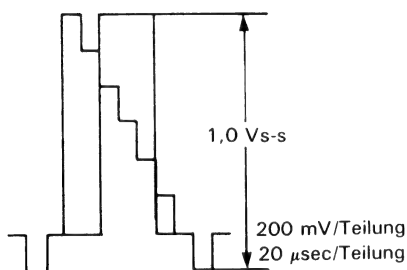

Abbildung 2-6.
1. Das Gerät in die Standardaufnahme-Betriebsart (SP) schalten.
2. Das Farbbalkensignal (treppenförmige Wellenform) dem Video-Eingangsanschluß zuführen. Danach die Spannung am Anschlußwiderstand des Video-Ausgangsanschlusses am Oszilloskop beobachten und den Prüfpunkt R201 (EE-Pegelsteuerung) so einstellen, daß der Meßwert von Abb. 2-6 erreicht wird.
6. Den obigen Schritt 5 wiederholen, um den Wiedergabe-Video-Signalpegel schließlich auf  $1,0 \pm 0,05 \text{ Vs-s}$  (siehe Abb. 2-6) einzustellen.